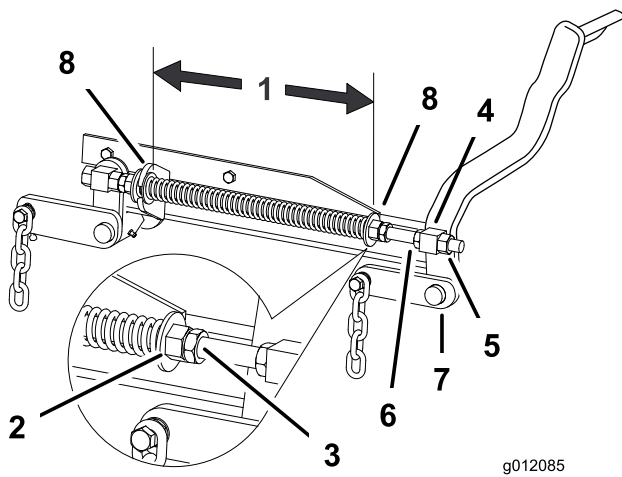

Figure 65
2. Vérifiez que les deux grandes rondelles sont espacées de 28,2 cm (11-1/8 pouces) pour les tabliers de coupe de 52 pouces, et de 26,7 cm (10-1/2 pouces) pour les tabliers de coupe de 60 pouces (Figure 65).
3. Réglez cette distance en desserrant l'écrou de blocage du ressort et en tournant l'écrou devant chaque ressort (Figure 65).
4. Bloquez l'écrou en position en serrant l'écrou de blocage du ressort (Figure 65).